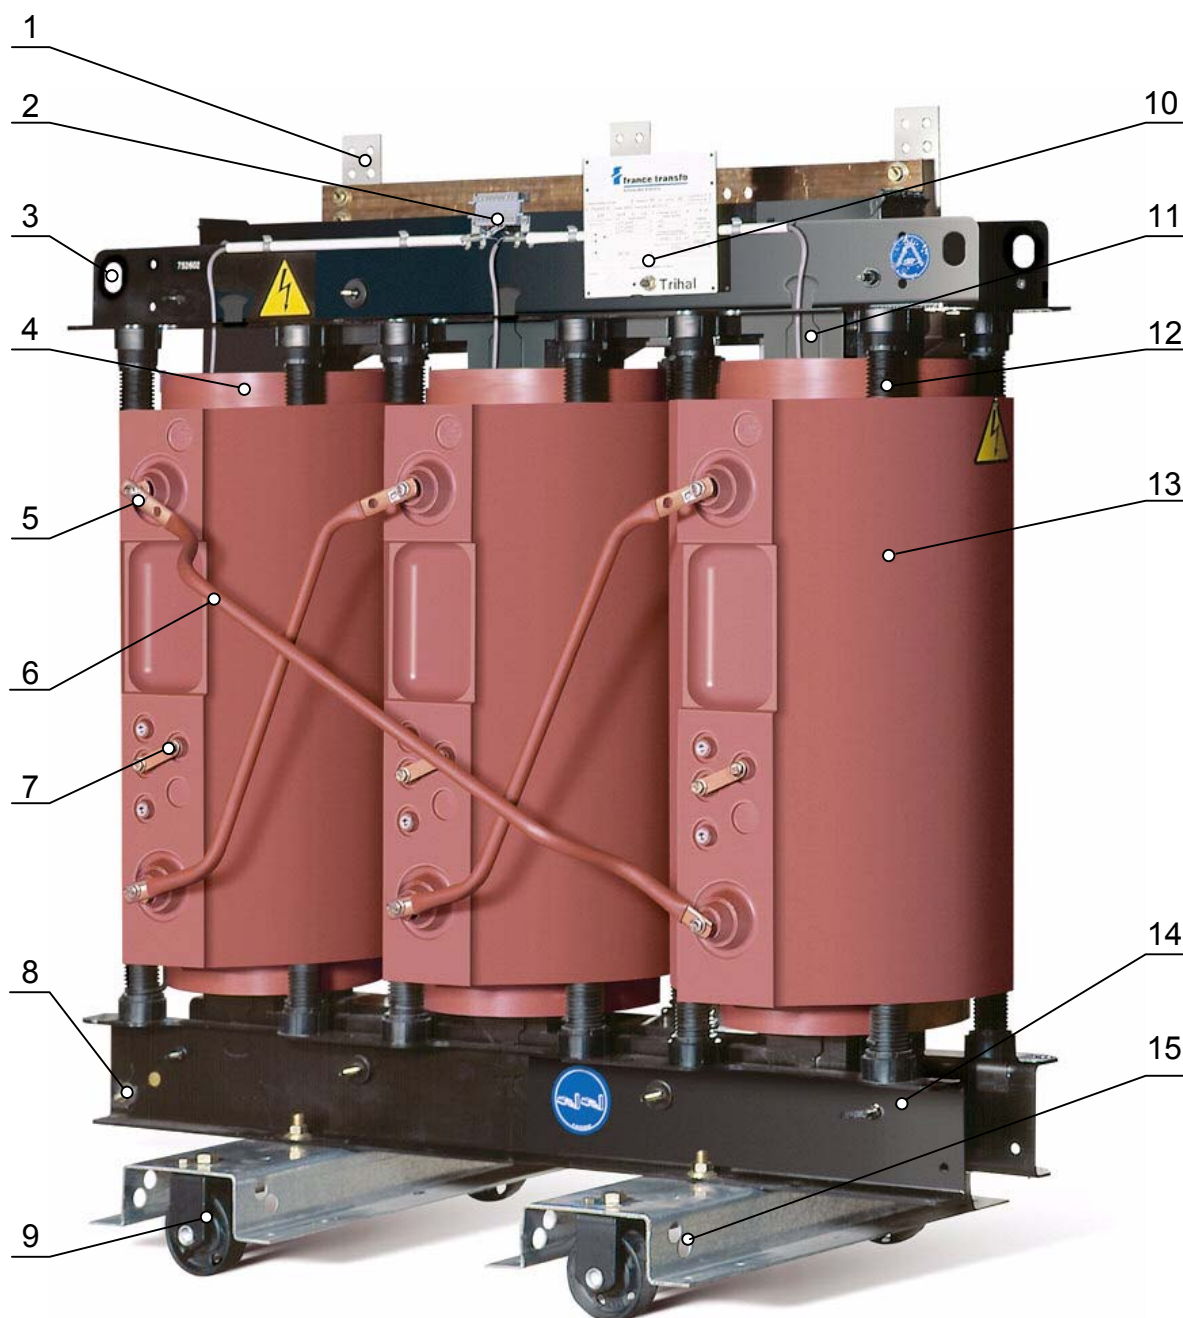

Рис.1.1. Внешний вид сухого трансформатора с литой изоляцией серии Trihal.
1.1.4.5. В стержнях и ярмах магнитопровода для улучшения охлаждения могут быть выполнены охлаждающие воздушные каналы. Стяжка ярм производится ярмовыми балками посредством распорных клиньев 12 (см. рис.1.1), изолированных от активной стали магнитопровода. Магнитопровод электрически соединен с ярмовыми балками при помощи медных проводников. Ярмовые балки имеют электрическое соединение с заземляющими зажимами,
1.1.4.6. Трансформатор имеет гладкие переставные катки 9 (см.рис.1.1) для его перемещения в продольном и поперечном направлениях. Для перемещения трансформатора ролики должны быть сориентированы в направлении движения.
1.1.4.7. На верхних ярмовых балках трансформатора предусмотрены отверстия или проушины для его подъема 3 (см. рис.1.1).
1.1.4.12. На стороне высокого напряжения фазы обмоток высокого напряжения имеют регулировочные ответвления 7 (см.рис.1.1), соединения которых в соответствии с напряжением сети осуществляется при снятом напряжении. По заказу возможна поставка трансформатора с устройством РПН.